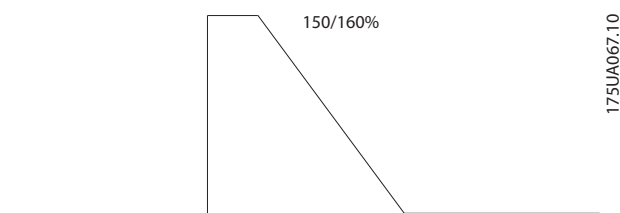

図 6.2 水平負荷
- 水平負荷用ブレーキ抵抗器（コンベヤ、トローリー、ガントリクレーン、その他）、図 6.2 をご参照ください。